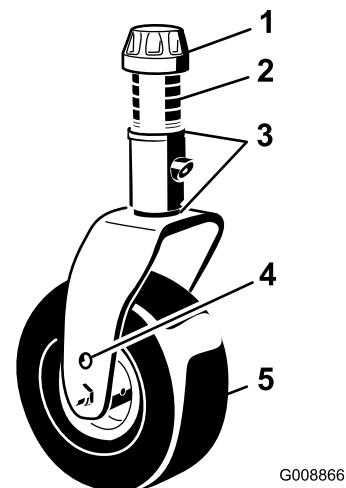
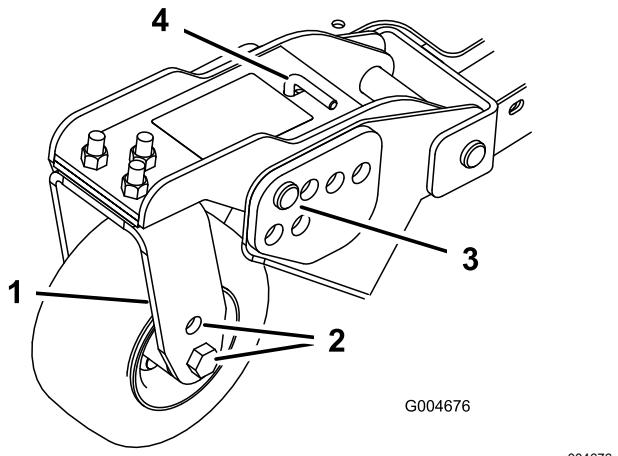
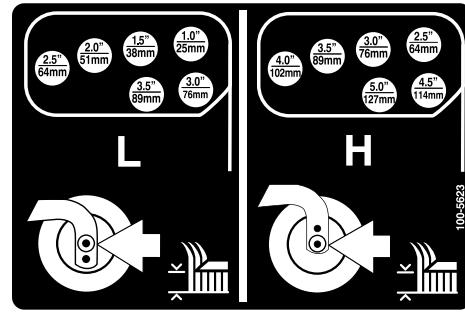

Bild 24
Bild 26
Bild 27
1. Stecken Sie die Laufradachsen in allen Laufradgabeln in die gleichen Löcher (Bild 24 und Bild 26).
2. Entfernen Sie die Spannkappe von der Spindelwelle und ziehen die Spindel aus dem Laufradarm heraus (Bild 24).
5. Entfernen Sie den Splint und die Lastösenbolzen von den Laufradgelenkkästen (Bild 26).
6. Drehen Sie die Spannstange, um den Gelenkarm anzuheben oder abzusenken, bis die Löcher mit den ausgewählten Löchern in der Schnitthöhenhalterung im Mähwerkrahmen ausgerichtet sind (Bild 26 und Bild 27).